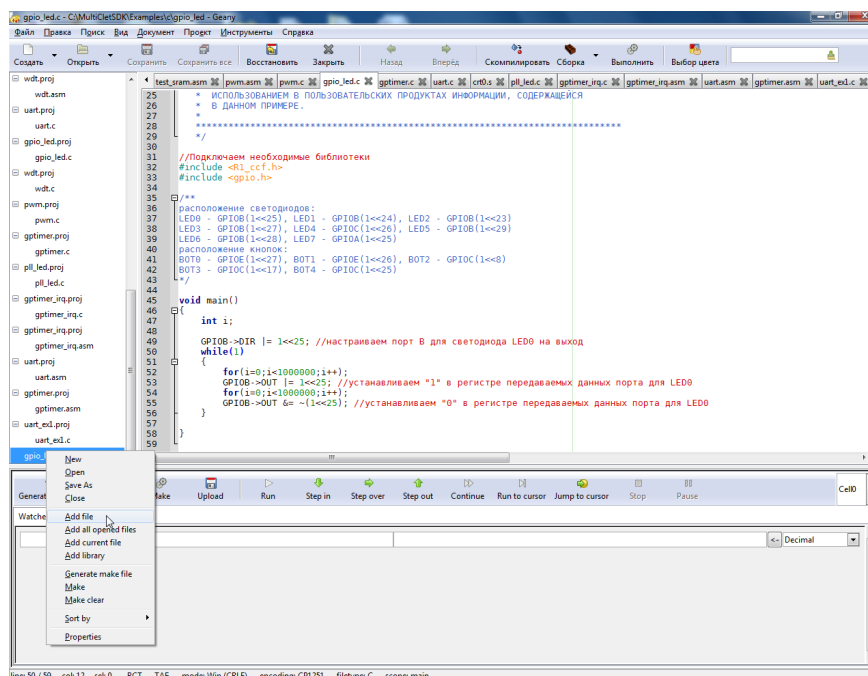

Рис. 11. Добавление файла в проект
8) Добавьте файл к проекту. Для этого вызовите контекстное меню проекта (например щелкните правой клавишей мыши по названию проекта) и выберите "Add file". Вызов контекстного меню показан на рис. 11.